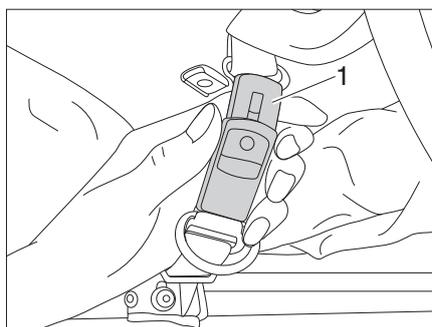

Fig. 9 Apertura della cintura di sicurezza
- Aprire le cinture di sicurezza (Fig. 9,1).